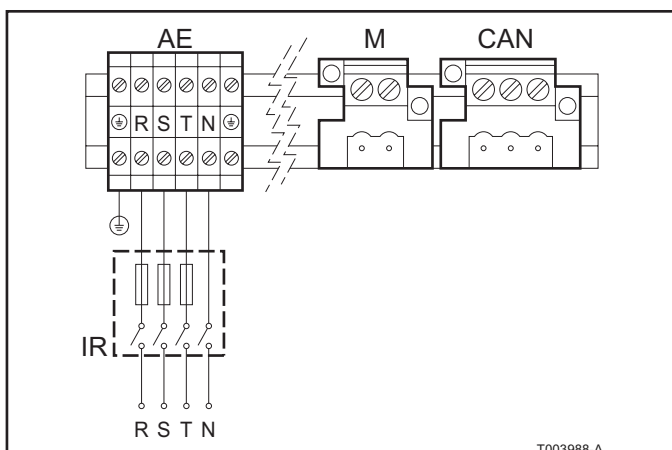
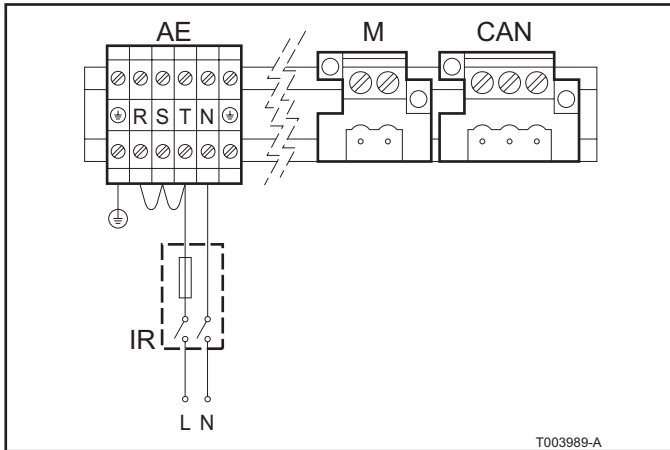

Fig. 22 Diagrama de cableado para el sistema trifásico de 400 V 3 N - 50 Hz
Fig. 23 Diagrama de cableado para los sistemas monofásicos de 230 V 1 N - 50 Hz
- Busque el conector AE (con los terminales R, S, T y N) y conecte la alimentación de 400 V 3 N - 50 HZ o 230 V 1 N - 50 Hz como se muestra en la y la respectivamente. Fig. 22 y la Fig. 23 respectivamente.